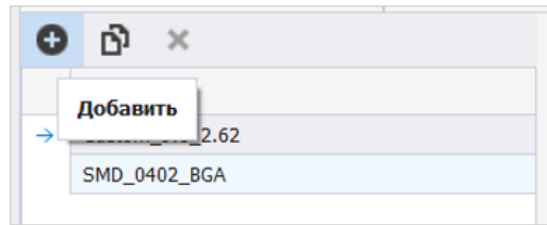

Рис. 50 Добавление новой фигуры
4. Нажать иконку  «Добавить», расположенную на панели инструментов редактора фигур, см. Рис. 50.